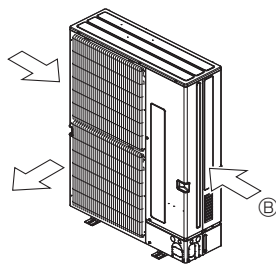

Fig. 2-16
② Placer l'appareil de sorte que la sortie d'air souffle dans la direction perpendiculaire à celle des vents saisonniers, tant que possible. (Fig. 2-16)
- ③ Guide de protection d'air
- ④ Placer l'appareil de sorte que la sortie d'air souffle dans la direction perpendiculaire à celle des vents saisonniers, tant que possible. (Fig. 2-16)
- ⑤ Sens du vent